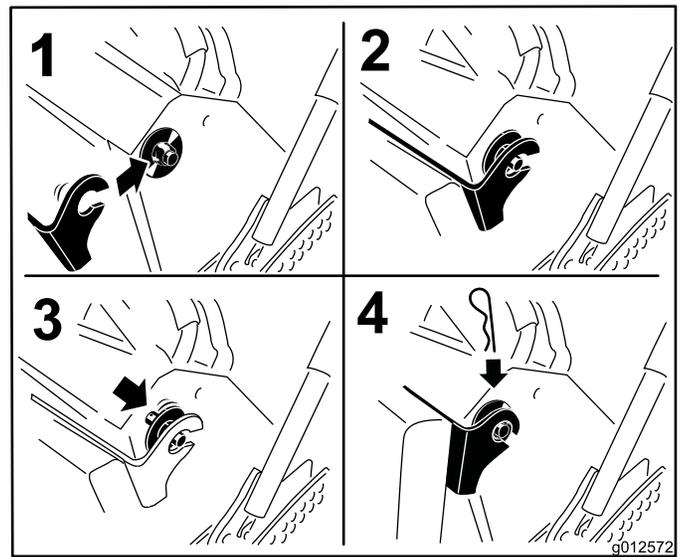

図 35
6. クッションを機体両側のピンに取り付ける (図 35)。
7. プラスチック製ブッシュのついた大きなワッシャをクッションのブラケットに入れ、ヘアピンコッターピンで固定する (図 35)。